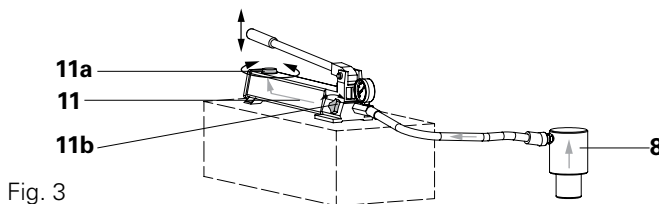

Fig. 3
7. Chiudere il tappo di sfiato e riempimento ruotandolo in senso orario. (Fig. 3)
1. Il cilindro (8) deve essere represso.
2. Aprire il tappo di sfiato e riempimento (11a) del serbatoio dell'olio della pompa. (Fig. 3)
3. Capovolgere la pompa (11).